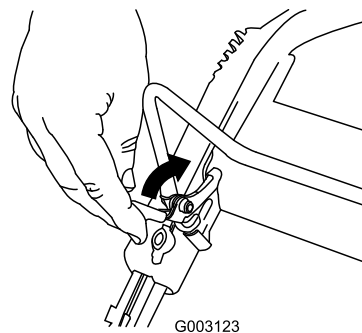

Рисунок 20
1. Оттяните фиксатор штанги управления (Рисунок 20).